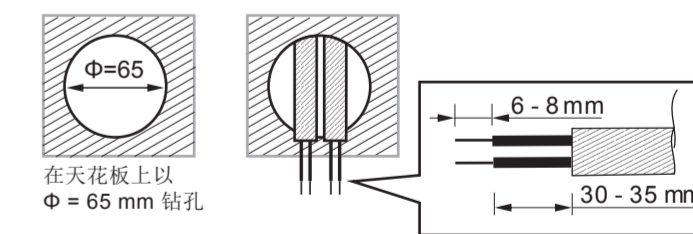

图 11
3.4.2.1 要安装感应器, 请在天花板上钻出直径 65 mm 的孔, 保持电源线在外部。请将电缆包皮剥开 6 - 8 mm (见图 11)。